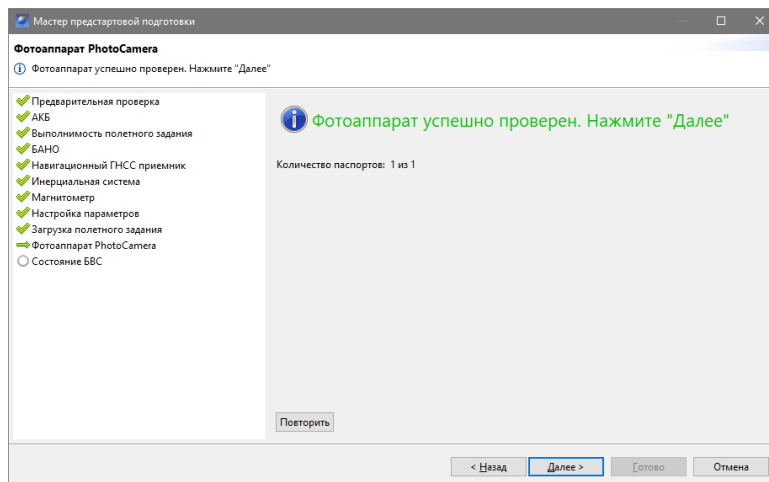

Рис. 109: Проверка фотоаппарата
- **Фотоаппарат.** Происходит проверка работоспособности фотоаппарата и прихода автоматических паспортов созданных снимков (рис. 109);